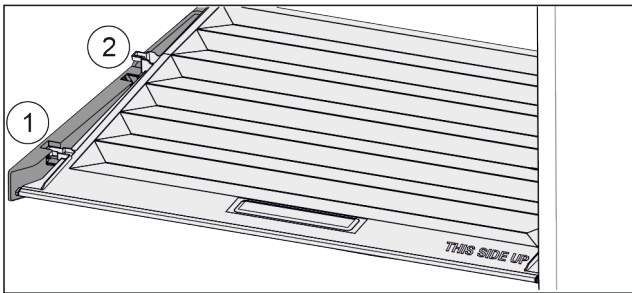

Fig. 102
- ▶ Потянуть крышку до отверстия в поддерживающих деталях вперед Fig. 102 (1).
- ▶ Поднять сзади снизу и извлечь Fig. 102 (2) движением вверх.